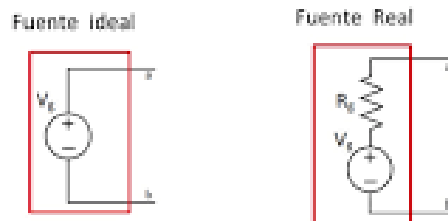

figura 2
- **Fuentes de tensión real:** Una fuente de tensión real se puede considerar como una fuente de tensión ideal, en serie con una resistencia  $R_g$  ver figura 2, a la que se denomina resistencia interna de la fuente, si se cortocircuita la fuente su corriente estaría limitada por la resistencia interna  $R_g$ .